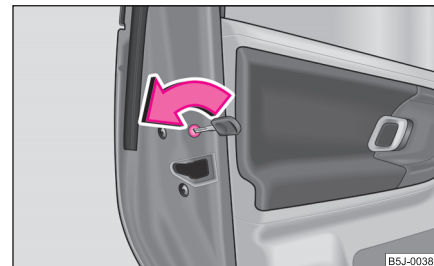

Fig. 20 Siguranța de la ușile din spate pentru copii
- Rotiți cu cheia de contact fanta din ușile din spate în sensul săgeții ⇒ fig. 20.